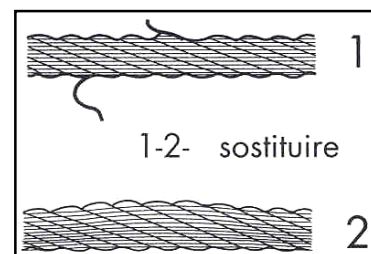

Figura 25 Cavo da sostituire.
- Controllo integrità del cavo:** condurre un'ispezione visiva del cavo d'acciaio volta a stabilire l'assenza di sfilacciamenti, schiacciamenti, rigonfiamenti, piegamenti ecc. (Figura 25).